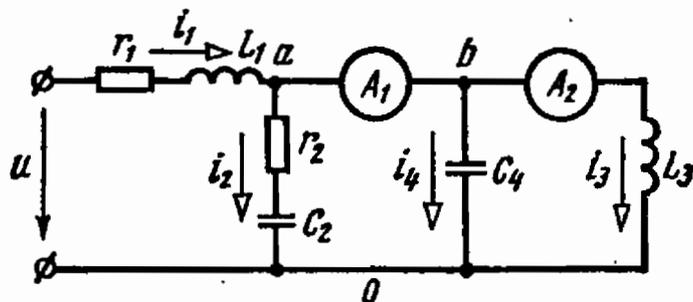

Рис. 4.41
4.41. В схеме рис. 4.41 показание первого амперметра равно нулю. Определить показание второго амперметра, если напряжение